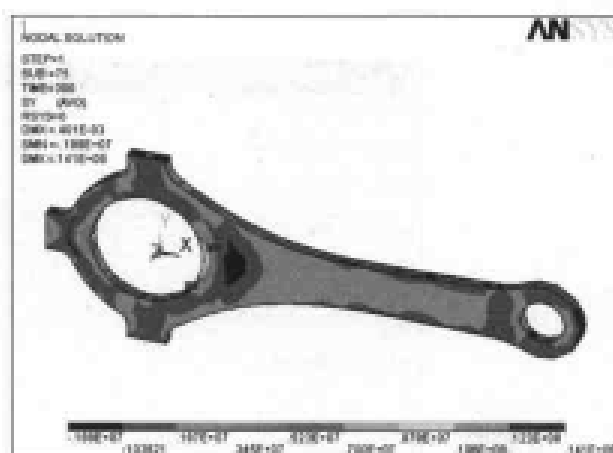

图 13-116 Y 方向应力场分布等值线图
(5) 选择 Main Menu | General Postproc | Plot Result | Contour Plot | Nodal Solu 命令, 出现 Contour Nodal Solution Data 对话框, 选择 Nodal Solution | Stress | Y-Component of stress 选项, 单击 OK 按钮, ANSYS 窗口显示 Y 方向应力场分布等值线图, 如图 13-116 所示。